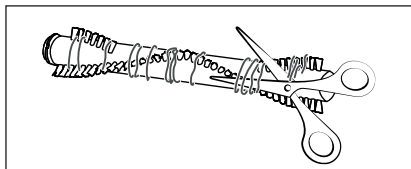

Bild 28
- 4) Klipp av trådar och hårstrån som fastnat på rullborsten **20** med en sax (se bild 28). Ta bort trådarna och hårstråna från rullborsten **20**.